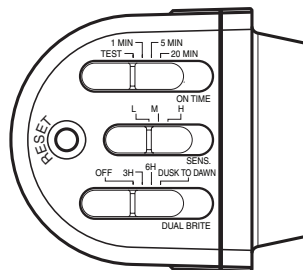

Figura 7
- Si lo monta en un alero, monte el aparato con detector de espaldas a la pared de la casa. Gire el detector de modo que los controles en la parte inferior del detector (vea la Figura 7) miren hacia el suelo.
2. Deslice el interruptor de sensibilidad (SENS) a la posición "L", el interruptor ON-TIME a la posición TEST, y el interruptor DUALBRITE a la posición OFF (vea la Figura 7).